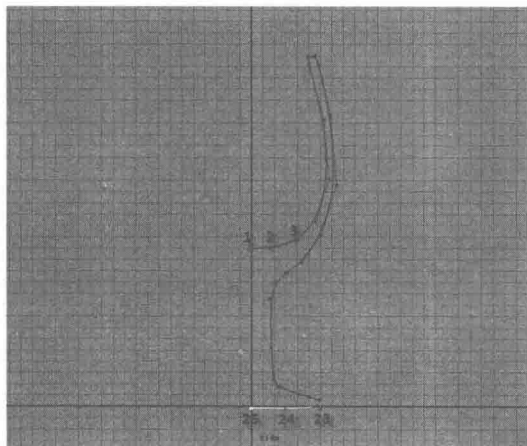

图 1-8
5) 按 **<X>** 键将点吸附到网格。在如点 “1” 所示的位置, 单击鼠标画下第一个点。接着还是按 **<X>** 键画下第二个点。然后放开 **<X>** 键绘制余下的点。直到在绘制点 “23” 之前都不需要按 **<X>** 键。当绘制到点 “23” “24” “25” 时, 才需要再次按住 **<X>** 键进行绘制。绘制完成后的图案, 如图 1-8 所示。